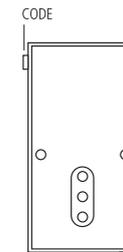

Fig. 4
2. Tenere premuto il pulsante di CODE sul lato del campanello (fig. 4) per circa 1-2 secondi, l'unità campanello darà un suono "bip" per indicare che è pronto per la nuova registrazione del codice.